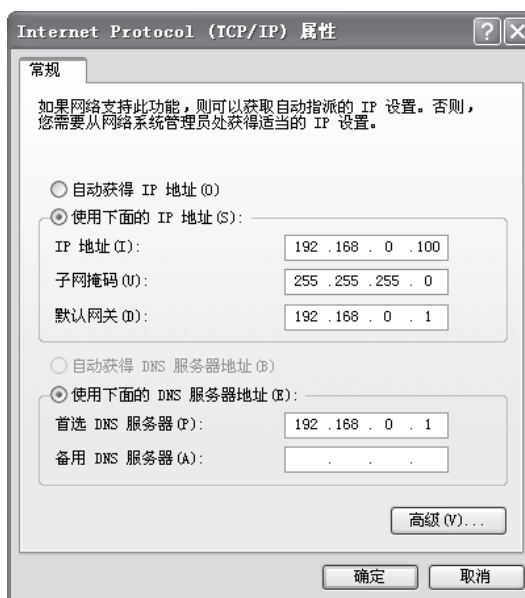

图5-1 本地连接
- 设置管理主机本地连接IP地址为192.168.0.X, X为2~254中任意整数, 子网掩码为255.255.255.0, 默认网关为192.168.0.1, 如图5-1所示;